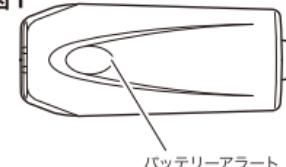

図1
- ◆バッテリーアラート(図1)が赤く点灯すると電池残量があとわずかです。できるだけ早く新しい電池と交換してください。